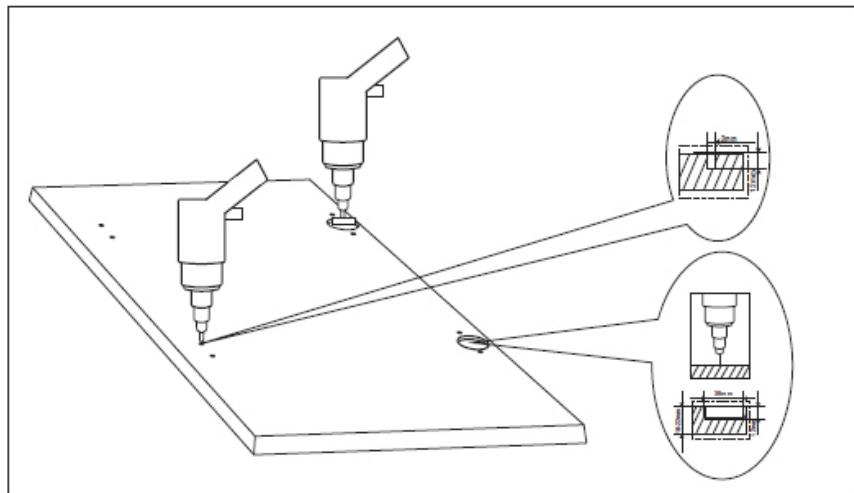

Рис.3
1. Просверлить отверстие в дверце в соответствии с шаблоном (Рис. 3).